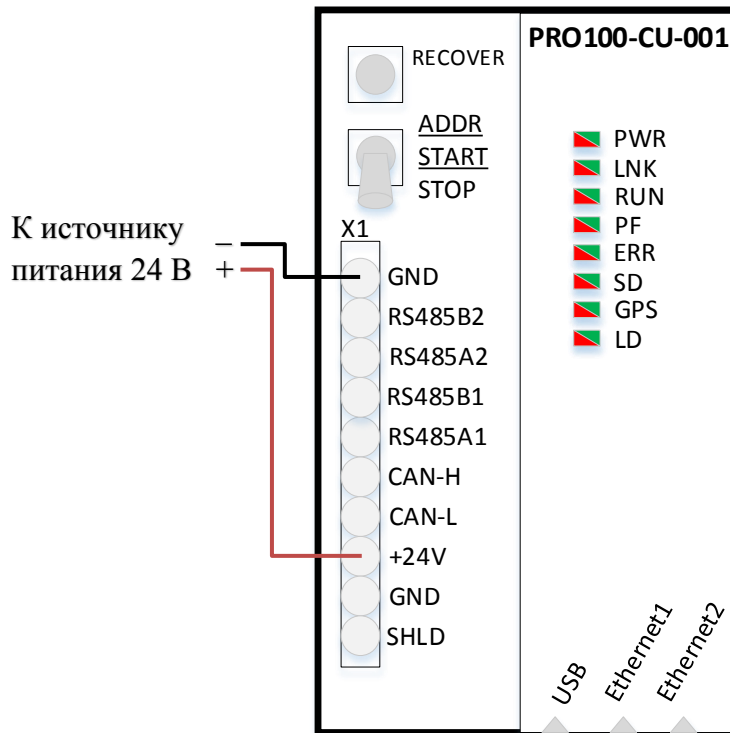

Рисунок 22 – Подача напряжения питания на общую электрическую шину через процессорный модуль
2.4.7 Подать напряжение питания 24 В постоянного тока на общую электрическую шину. Питание подаётся через процессорный модуль (рисунок 22).